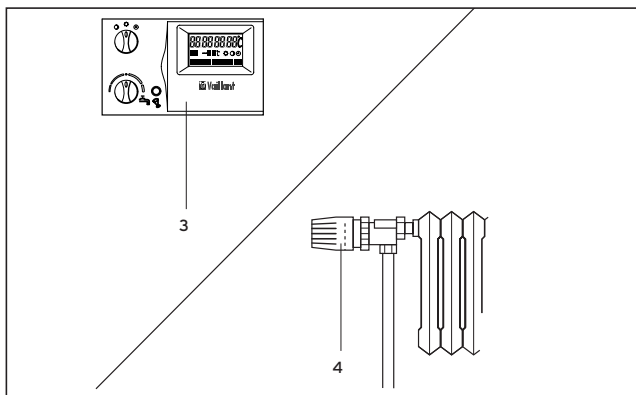

Abb. 3.8 Raumtemperaturregler/witterungsgeführte Regler einstellen
3.4.2 Raumtemperaturregler oder witterungsgeführte Regler einstellen (Abb. 3.8)